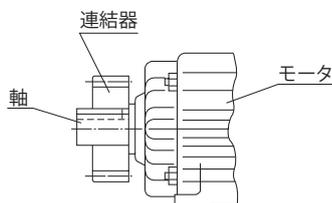
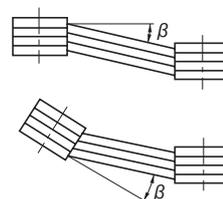

図 5-2
図 5-3
(2) チェーン・スプロケット、ギヤを使用する場合
- ・ スプロケットやギヤの荷重作用点が軸中央よりモータ側へくるようにしてください。(図 5-2 参照)
(3) Vベルトを使用する場合
- ・ 両プーリ間の平行度、偏心度 β は 20° 以内としてください。(図 5-3 参照)